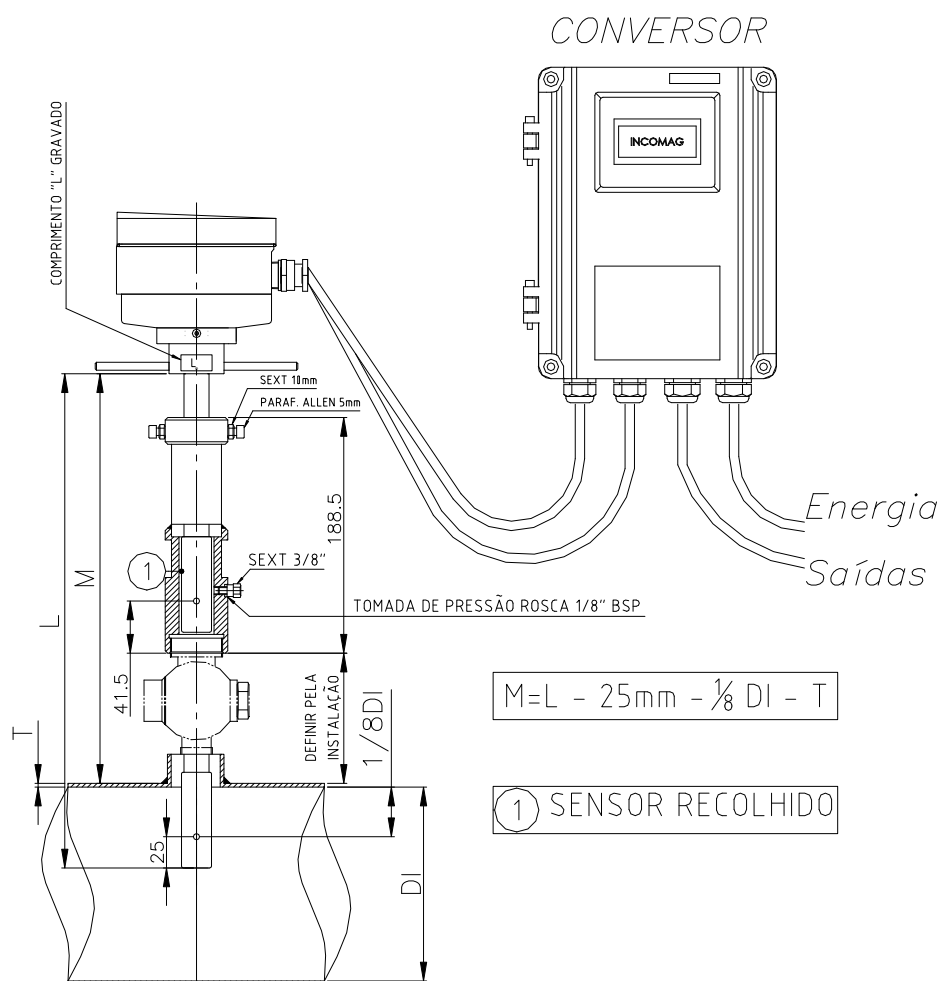

Figura 7
A **figura 7** ilustra a típica instalação para o medidor de vazão do tipo ajustável com válvula de bloqueio.
- c. Após abertura total da válvula, afrouxar novamente os parafusos Allen 5 mm e as porcas sextavadas e ajustar, cuidadosamente, a haste do medidor para dentro da válvula até que a medida M , calculada na **figura 7**, seja alcançada.